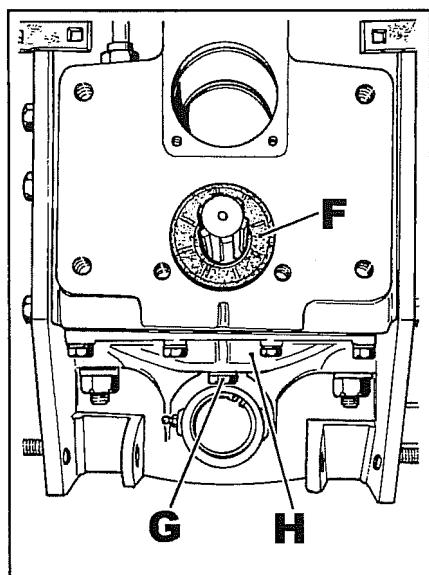

Fig. 22
- 14 Vidanger l'huile par le bouchon **G** fig. 22.
26 Enlever le pare-huile **F** fig. 22 et le circlips placé dessous.
27 Enlever le couvercle inférieur **H** fig. 22.